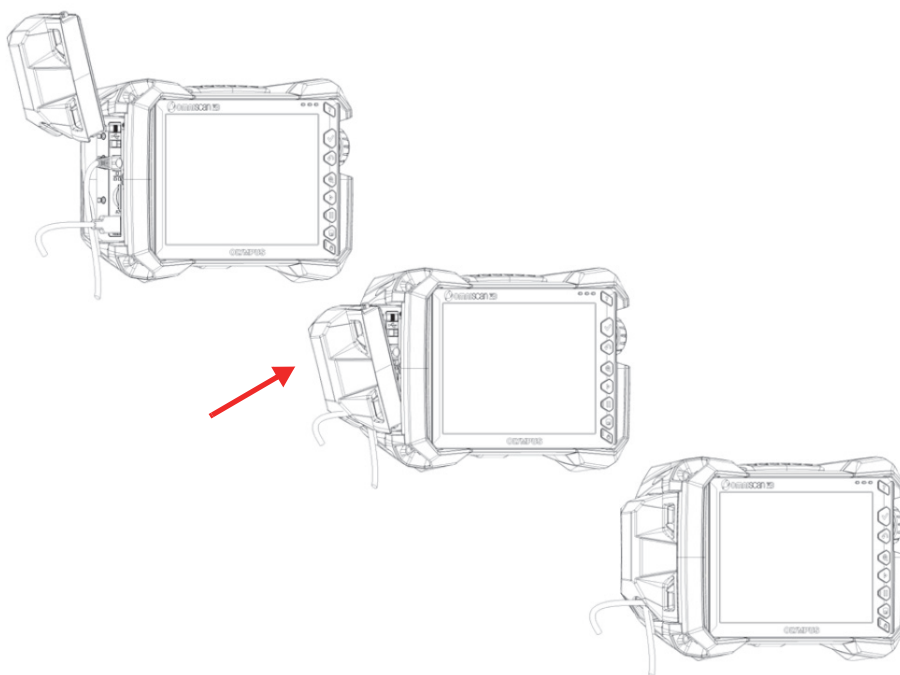

Рис. 2-12 Блокировка дверцы
4. Зафиксируйте дверцу на месте (Рис. 2-12 на стр. 42).